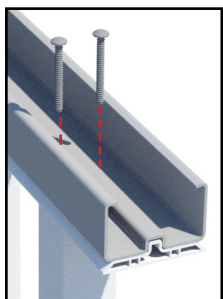

Fig. 8
- Prenez la pièce de remplissage supérieure et l'une des pièces de renforcement en aluminium, puis commencez à visser les vis à tête cylindrique de 1,5 po dans les piquets. (Voir la Fig. 8 ci-dessous.)